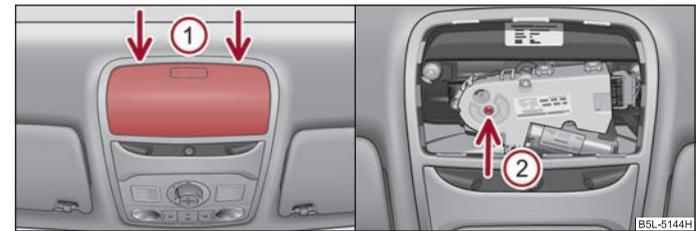

Fig. 36 Vano del padiglione del tetto / punto di applicazione della chiave
In caso di impianto difettoso è possibile chiudere o aprire manualmente il tetto scorrevole panoramico. L'azionamento d'emergenza del tetto scorrevole panoramico si trova, a seconda dell'equipaggiamento della vettura, sotto il coperchio del motorino elettrico oppure sotto lo scomparto porta-occhiali ⇒ fig. 36 - lato sinistro.
- Inserire con cautela un cacciavite largo circa 5 mm nell'intaglio nei punti indicati con la freccia **1** ⇒ fig. 36.